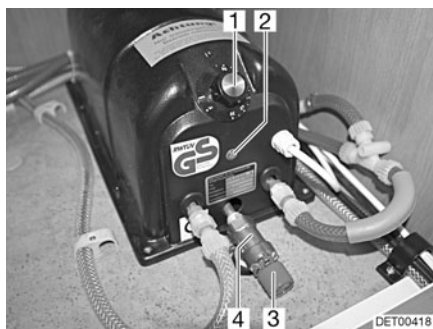

Fig. 116 Chauffe-eau Reich
Le chauffe-eau fonctionne avec 230 V. Le chauffe-eau chauffe environ 5 litres d'eau. Le régulateur (Fig. 116,1) du chauffe-eau permet de régler la température de l'eau. L'eau ne peut pas être chauffée à plus de 80 °C.
- Régler la température désirée sur le régulateur de température (Fig. 116,1). Le voyant de contrôle (Fig. 116,2) s'allume pendant la mise en température.
- Faire tourner le régulateur de température (Fig. 116,1) jusqu'au repère "I" dans le sens inverse des aiguilles d'une montre.
- Régler la température désirée sur le régulateur de température (Fig. 116,1).
- Ouvrir l'évacuation de l'eau sur la soupape de surpression (Fig. 116,4). Faire tourner le bouton rotatif rouge (Fig. 116,3) dans le sens inverse des aiguilles d'une montre.